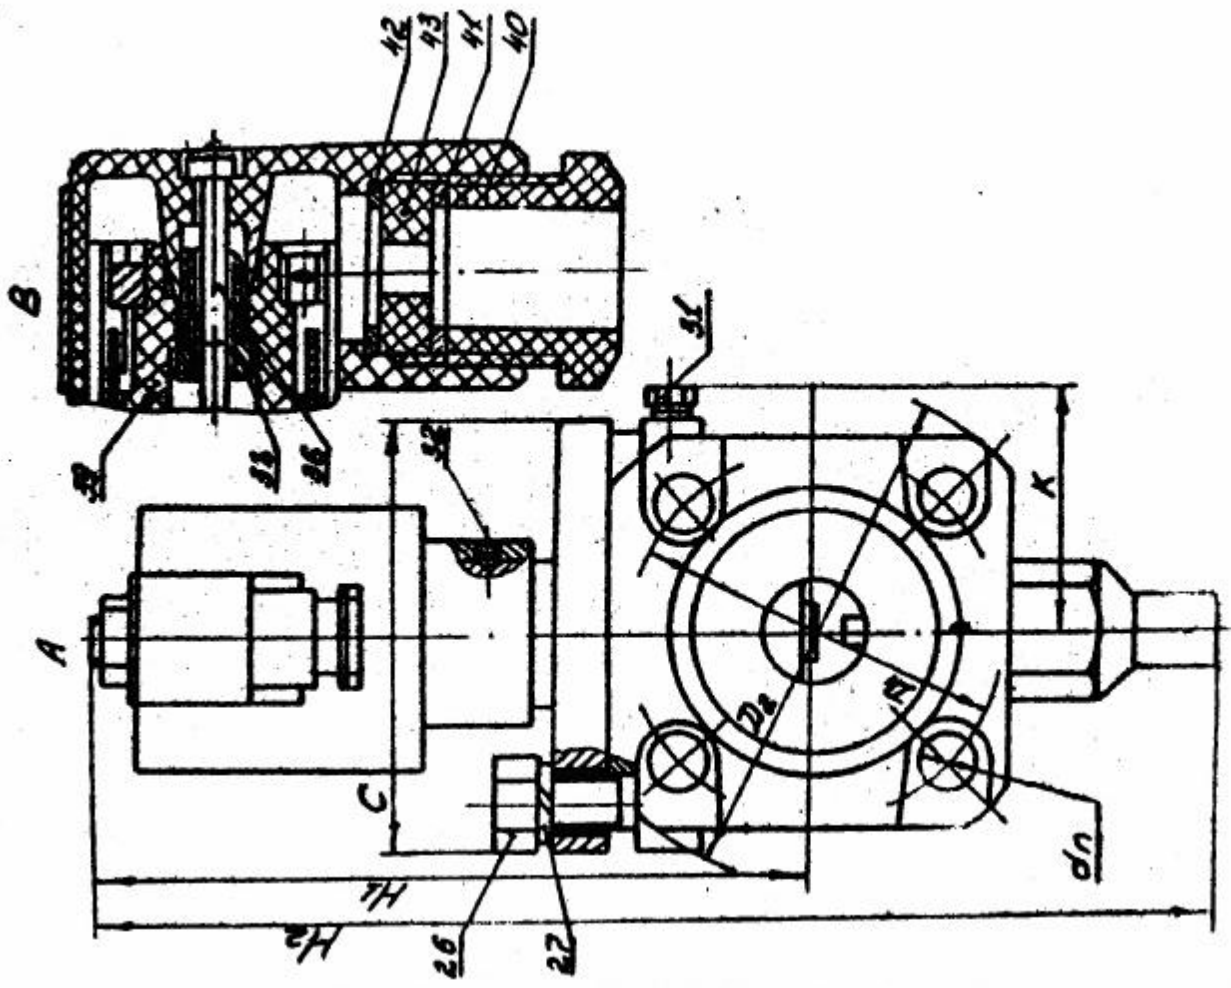

Рис. 2
2.1. Клапаны состоят из следующих основных узлов и деталей (рис. 1, рис. 2).